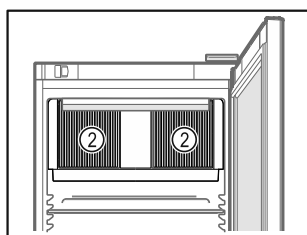

Fig. 54
- ❑ Se till att inte blockera ventilationsgallren Fig. 54 (2) för fläkten inne i skåpet.